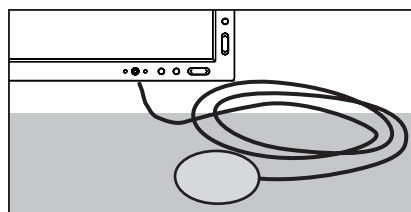

Figura C.3
3. Coloque el sensor USB boca abajo o en una superficie opaca y no reflectante (p.ej. una mesa o una almohadilla del ratón) para medir el nivel de negro (**figura C.3**). Pulse la tecla "SELECT".